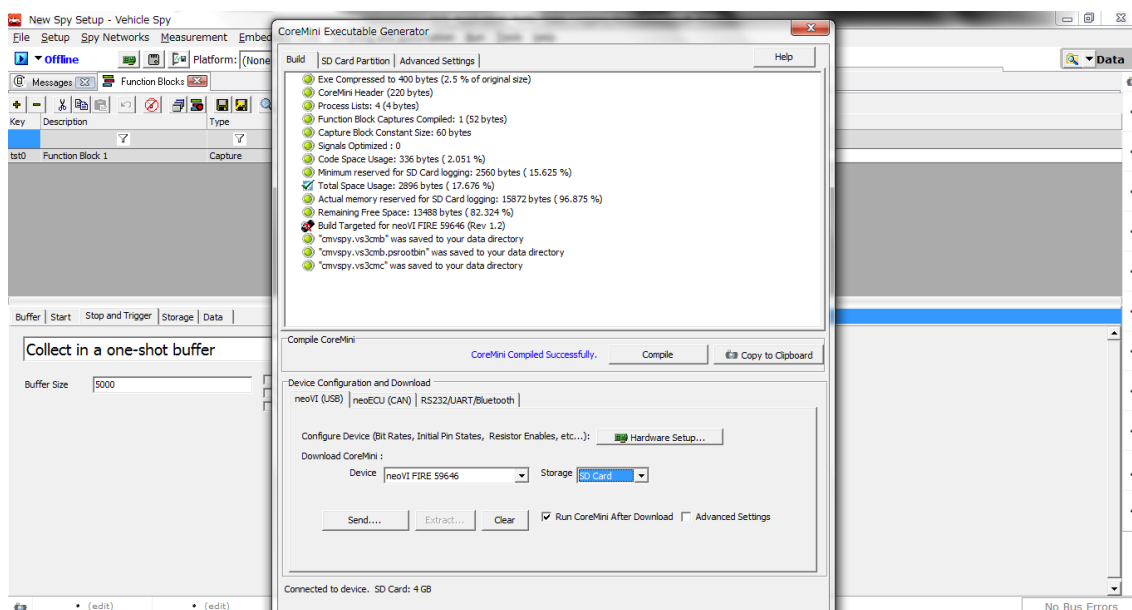

図 8 スタンドアロン動作ファイル(Coremini)ダウンロード画面
6) Tools -> Utilities -> Coremini Console...と押下、現れた画面にて Send ボタン押下 (図 8)